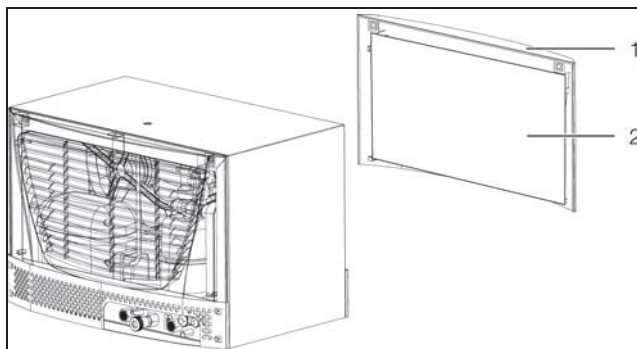

Fig. 48 : Installer la cartouche filtrante (3318.600, 3318.610 et 3319.600, 3319.610)
- Ôter la grille à lamelles (fig. 48, pos. 1) située sur la partie avant du refroidisseur d'eau (entrée de l'air) du carter.
- Insérer la cartouche filtrante (fig. 48, pos. 2) (référence 3286.510) dans la grille à lamelles et la remettre en place par simple pression sur le carter.